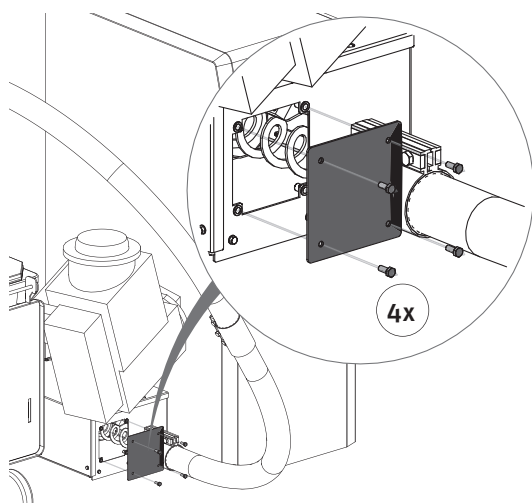
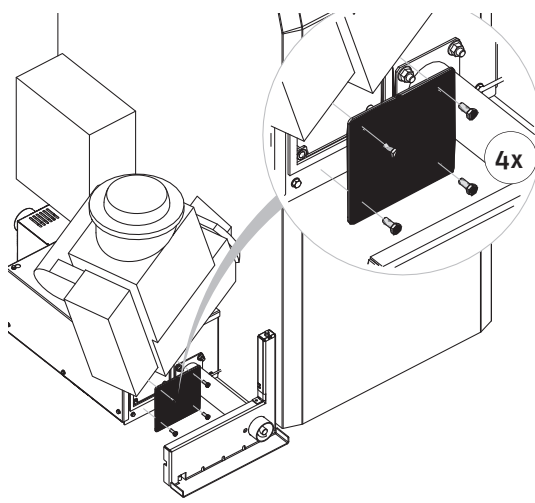

Fig. 76 Retirer le couvercle et aspirer le contenu du cendrier
Fig. 77 Retirer le couvercle et aspirer le contenu du cendrier
- ▶ Dévisser le couvercle du récipient de collecte (4 vis), le retirer – Fig. 76, Fig. 77.